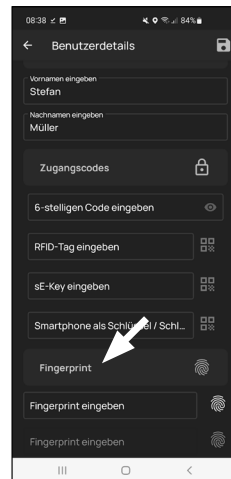

Abb. 5
- 7 Sofern Sie eine optional erhältliche Fingerprint-Tastatur besitzen (z. B. *ENTRY 7712 FP*), können Sie in diesem Absatz einen Finger als Öffnungsmedium einspeichern. Hinweise zur Einrichtung finden Sie in der Anleitung des jeweiligen Artikels (Abb. 5).